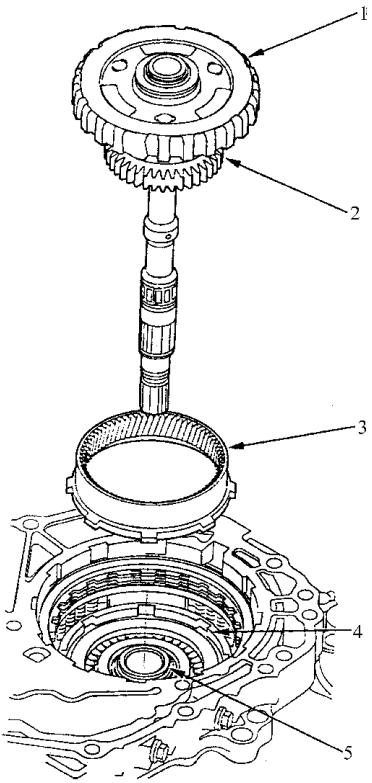

图 5-130 安装齿圈
- 24) 如图 5-130 所示，将齿圈安装到前进离合器上。